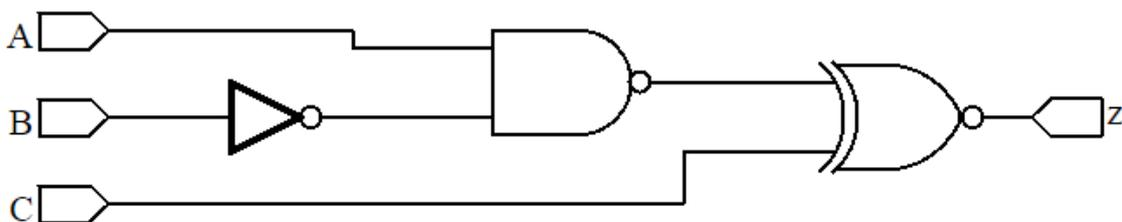

Figura 1 – Um exemplo de circuito lógico que descreve uma função Booleana de 3 entradas Booleanas.
Para treinar os postulados da álgebra Booleana, a representação dos circuitos digitais, as equivalências lógicas e a análise do funcionamento dos circuitos digitais, esta Seção apresenta a proposta de um exercício prático. Para o circuito apresentado na Figura 1, pede-se:
- Monte o circuito em protoboard e teste seu funcionamento (use a representação de sua escolha, igual à da Figura 1, só que composta usando apenas portas NAND).
Depois de fazer a tabela, desenhe o diagrama de portas lógicas equivalente ao da Figura 1, mas que usa apenas portas lógicas NAND (note que isto sempre é possível).